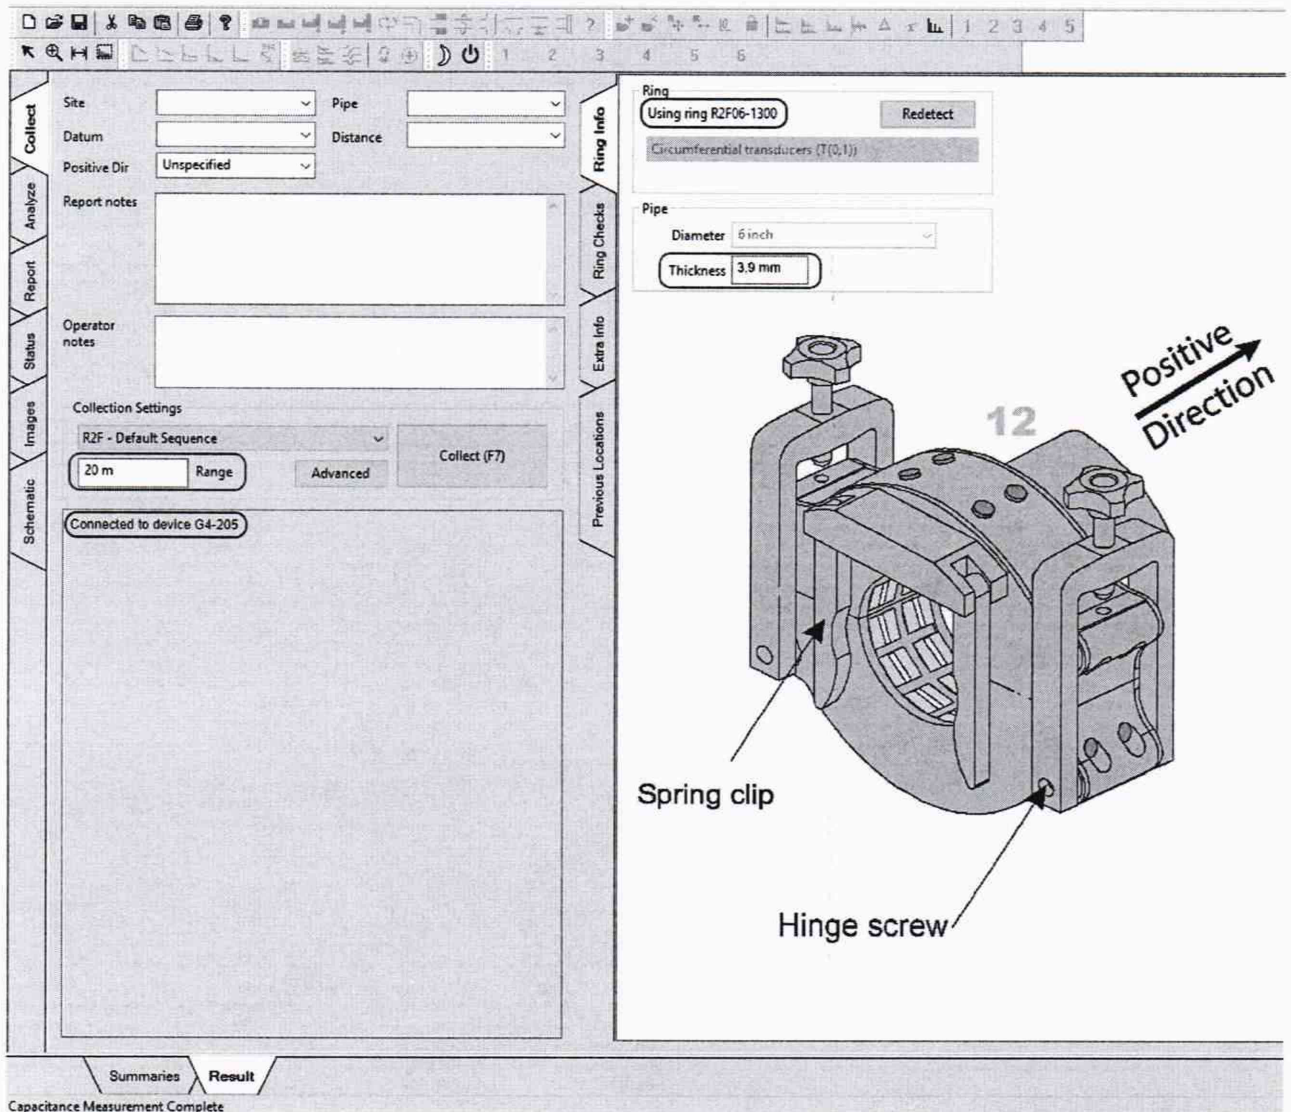

Рисунок 1
8.3.3 Проверить правильность определения электронного блока и кольца с преобразователями (рисунок 1 – выделено синим цветом). Так же основная информация о присоединённом кольце с преобразователями показана на вкладке «Ring Info» (информация о кольце).
8.4.1.4 Создать новый протокол сбора данных или выбрать существующий. Установить толщину контролируемой трубы (значение для параметра «Thickness» в рамке «Pipe» на вкладке «Ring Info»), согласно измеренному значению в пункте 7.3.3 методики поверки, длину контроля (значение для параметра «Range» в рамке «Collection Settings» на вкладке «Collect») 200 метров (рисунок 1 – выделено красным цветом).
8.4.2.3 Создать новый протокол сбора данных или выбрать существующий. Установить толщину контролируемой трубы (значение для параметра «Thickness» в рамке «Pipe» на вкладке «Ring Info»), согласно измеренному значению в пункте 7.3.3 методики поверки, длину контроля (значение для параметра «Range» в рамке «Collection Settings» на вкладке «Collect») в несколько раз превышающую длину контролируемой трубы (рисунок 1 – выделено красным цветом).